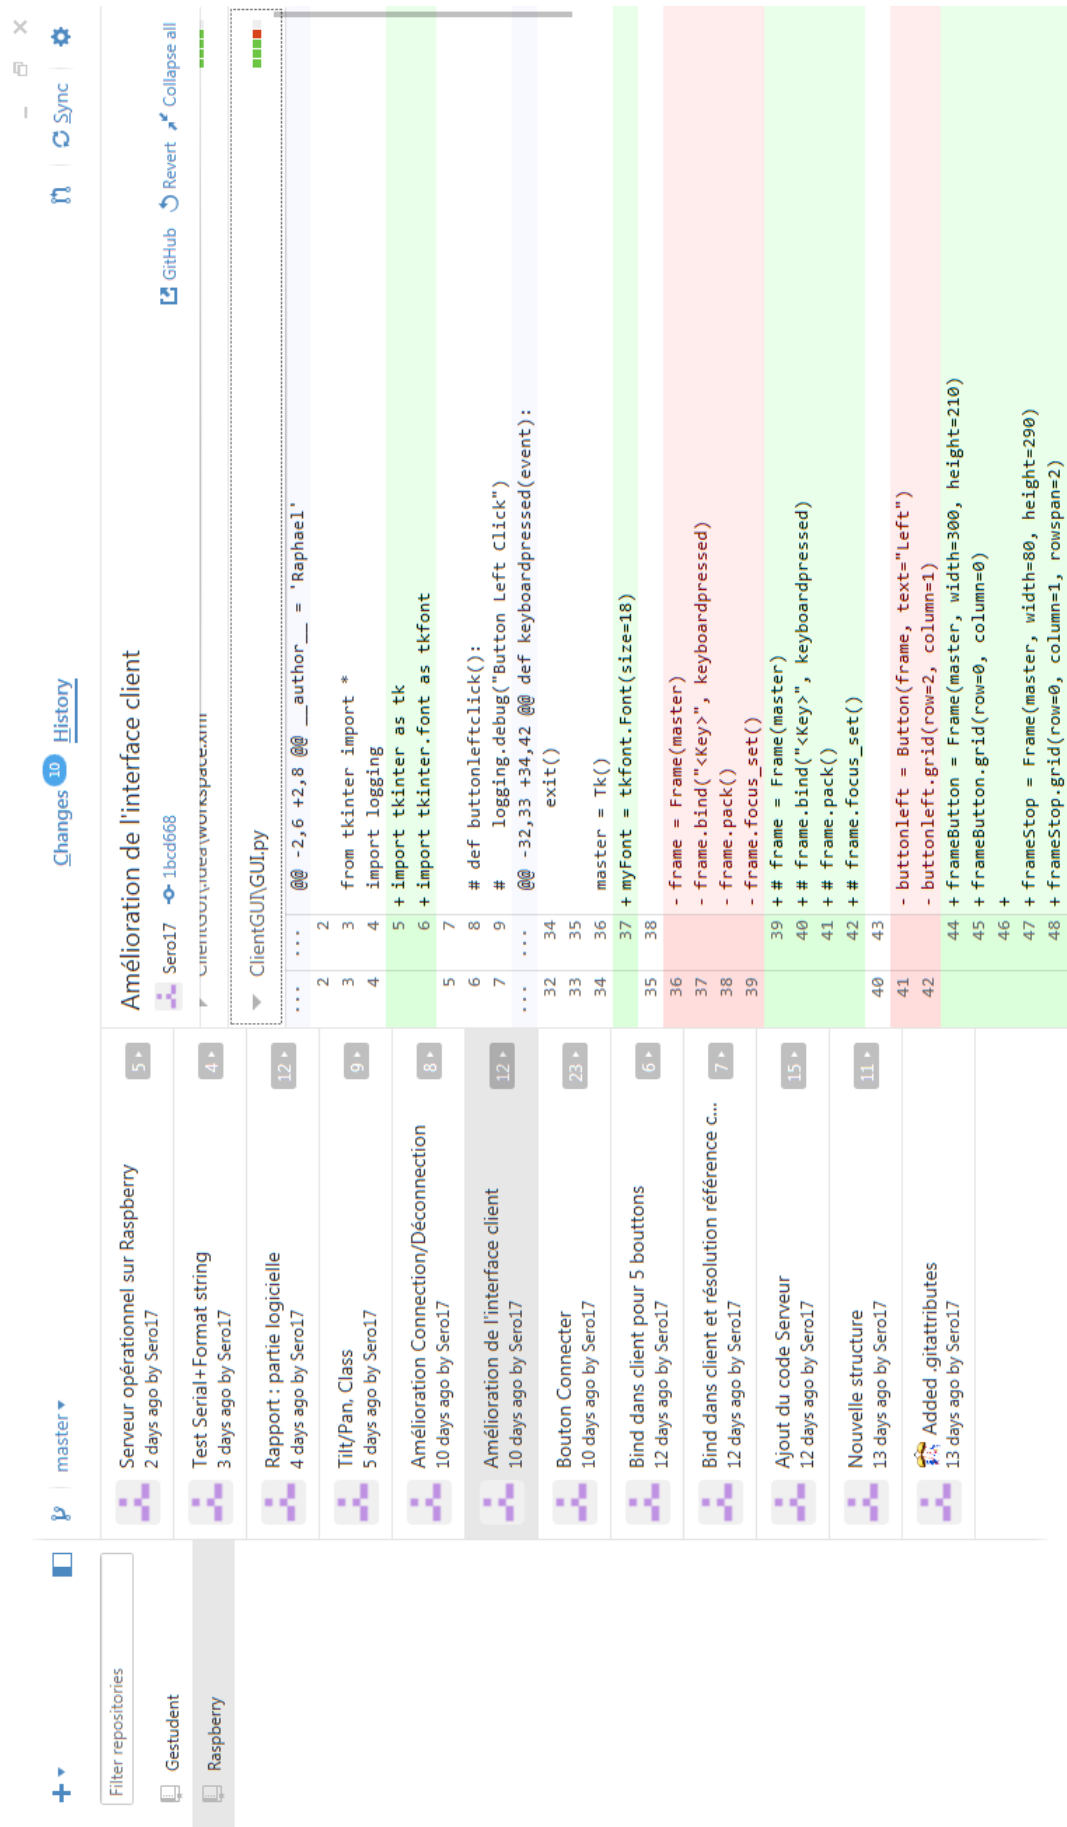

FIGURE 4.3: Interface de GitHub sous Windows
- Il permet d'enregistrer plusieurs versions d'un code, en montrant qui l'a mis en ligne, quand cela a été fait, et les différences avec la version précédente. C'est utile si nous nous rendons compte que les modifications apportées à un code rend celui-ci inutilisable, en permettant de retélécharger un code que nous savons fonctionnel. Sur la figure 4.3, on voit que Sero17 (c'est le pseudo de Raphaël) a modifié le fichier `ClientGUI\GUI.py` il y a dix jours.